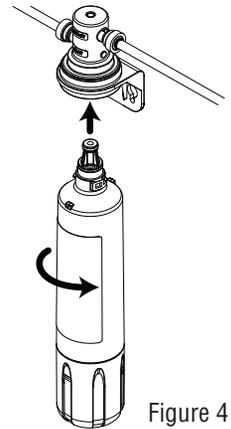

Figure 4
- Tel que décrit dans la section « Utilisation de raccordements à pousoir », insérer le tuyau bleu de l'adaptateur d'alimentation de 1/4 po dans le raccord ENTRÉE, tel qu'illustré à la figure 4.
- Après avoir installé le robinet en suivant les directives détaillées ci-dessous, insérer le tuyau bleu au robinet dans les raccords de SORTIE, tel qu'illustré à la figure 4.
- Aligner les guides de la nouvelle cartouche avec la tête et insérer la cartouche dans le module de tête. Tourner la cartouche filtrante dans le sens inverse des aiguilles d'une montre jusqu'à ce qu'elle rencontre une résistance (environ 1/4 de tour). Le filtre est maintenant installé. (Voir figure 4).